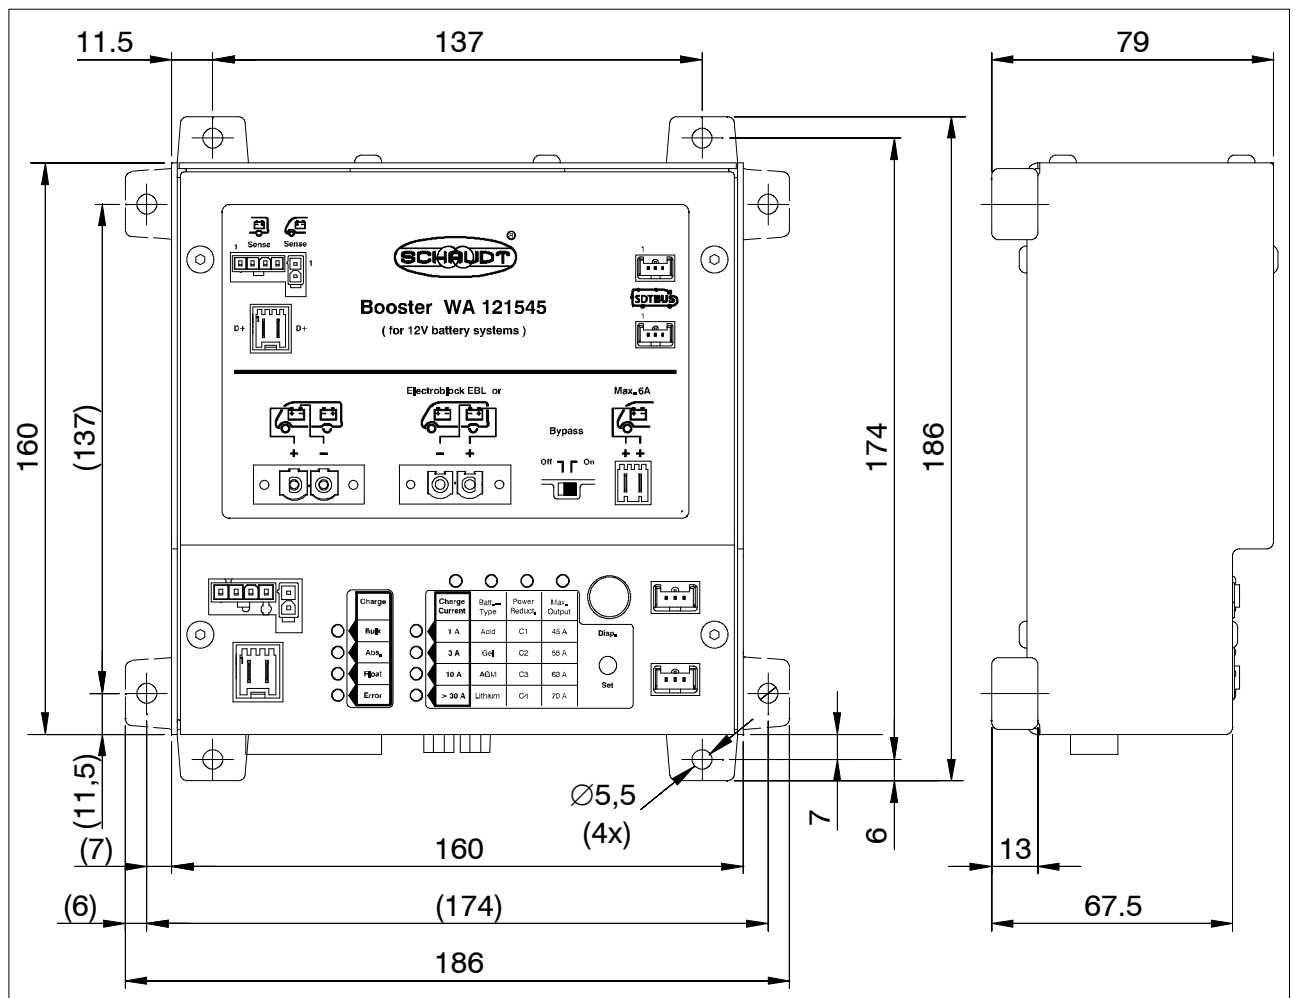

Bild 2 Maßbild Booster WA 121545 (Zahlen in Klammer gelten für alternative Montage der BefestigungsfüÙe)
- ▲ Je nach Ausführung sind die BefestigungsfüÙe entweder seitlich oder nach oben und unten montiert. Somit ergibt sich ein Bohrbild von 174 mm x 137 mm (horizontale Ausrichtung gemäß Bild 2) oder 137 mm x 174 mm (vertikale Ausrichtung).